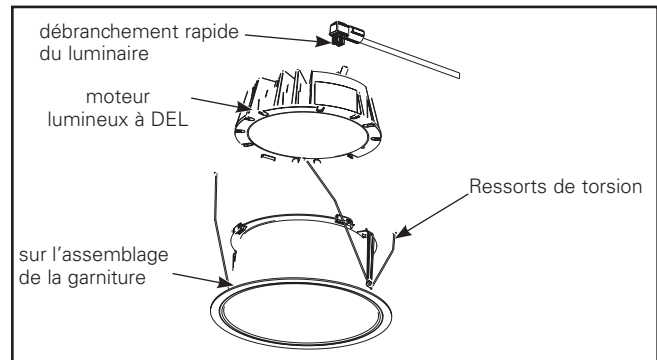

Figure 35.
1. Insérez l'extrémité de la conduite flexible dans l'ouverture de la structure d'ouverture du plafond exposant la partie supérieure de la prise de débranchement rapide (Figure 35).